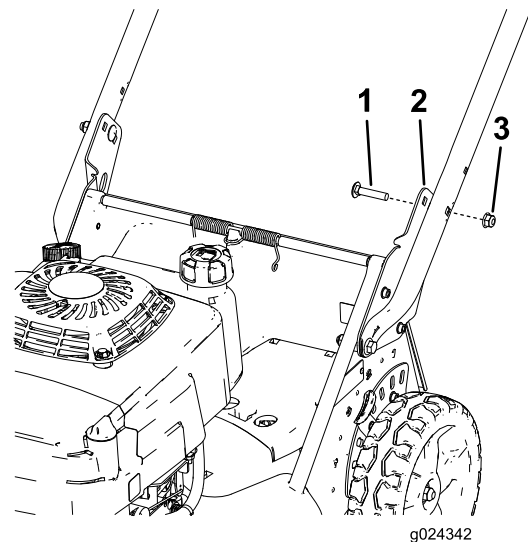

**Figuur 5**
5. Nem plaats achter de machine om na te gaan hoe hoog de handgreep voor u moet staan om comfortabel te kunnen werken (Figuur 5).